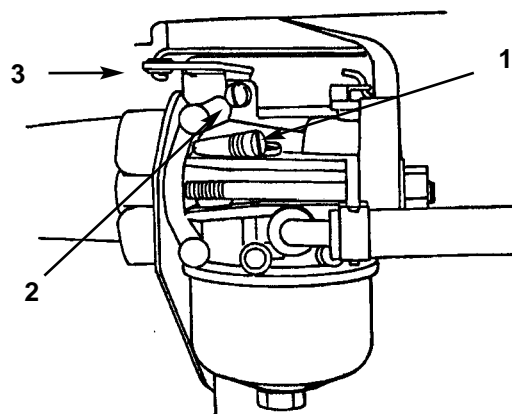

Fig. 27
- A. Girate leggermente in senso orario la vite della miscela del minimo (Fig. 27), fin quando si chiude appena. Non forzate (avvitandola) questa vite perché potreste danneggiare il carburatore.
- B. Aprite la vite della miscela del minimo (Fig. 27) di un giro in senso antiorario. Questa registrazione vi consente di avviare il motore.
- A. Tenete il braccio dell'acceleratore contro la vite del minimo (Fig.27). Regolate questa vite in modo che il motore giri al minimo a 1750 giri/min primo, e verificate i giri con il tachimetro.
- B. Sempre tenendo il braccio dell'acceleratore contro la vite del minimo, girate lentamente la vite della miscela del minimo (Fig. 27) in senso orario (verso l'interno) fin quando il motore inizia a rallentare (miscela povera). Ora girate la vite della miscela del minimo in senso antiorario (verso l'esterno) fin quando il motore inizia a girare irregolarmente (miscela ricca).
- C. Ora girate la vite della miscela del minimo (Fig. 27) a metà tra la miscela povera e la ricca, fin quando il motore avrà una marcia regolare.